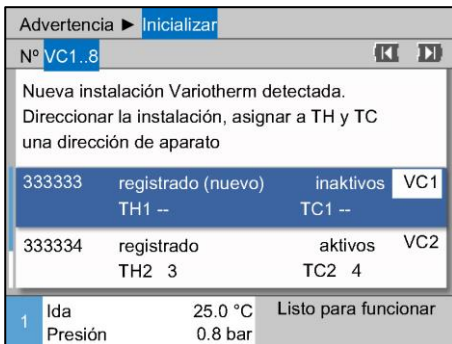

Fig. 23: Registrar ID de módulo.
2. Presionar el pulsador y ajustar el módulo de la dirección VC (→ Fig. 23 Ej.: VC1)